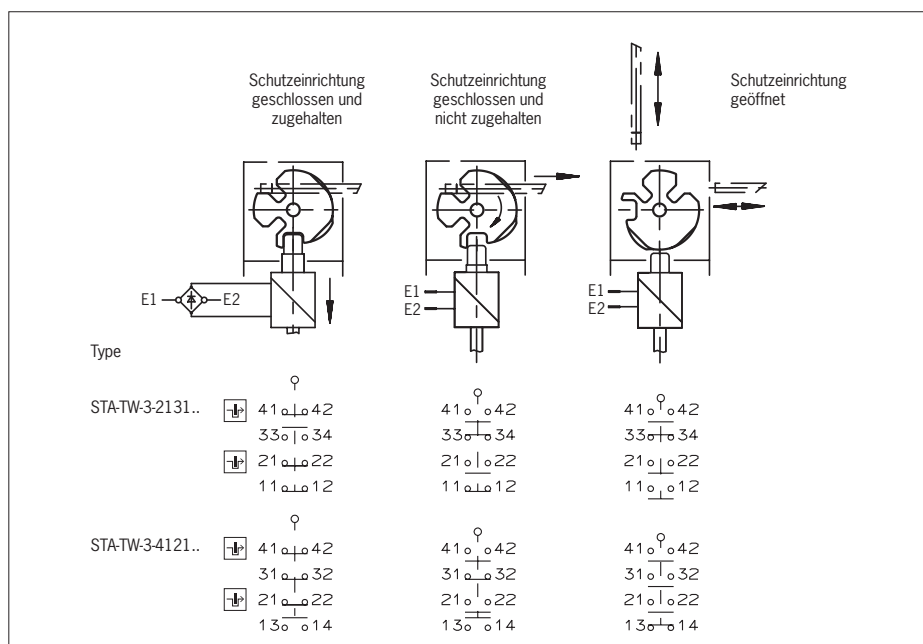

Bild 3: Schaltelemente und Schaltfunktionen
3. Anschließen und Klemmen mit 0,5 Nm anziehen (Kontaktbelegung siehe Bild 3).